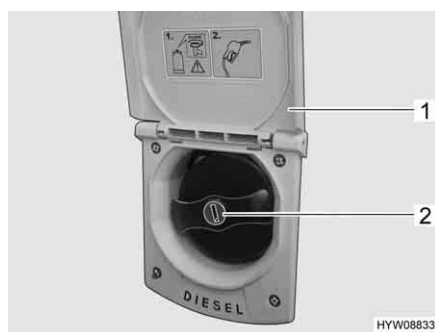

Fig. 36 Bocchettone di riempimento per il rifornimento di carburante
- Alzare lo sportello (Fig. 36,1) verso l'alto.
- Inserire la chiave nel cilindro della serratura (Fig. 36,2) e ruotare in senso antiorario.